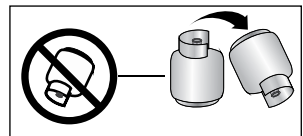

Figura 49
- Cuando el cilindro de gas se agota, no lo invierta tratando de obtener un poco más de gas, porque en el fondo se van sedimentando suciedades, solventes con arena, que al pasar a las válvulas las rayan quitándoles la grasa lubricante, dando lugar a escapes posteriores (Ver figura 49).